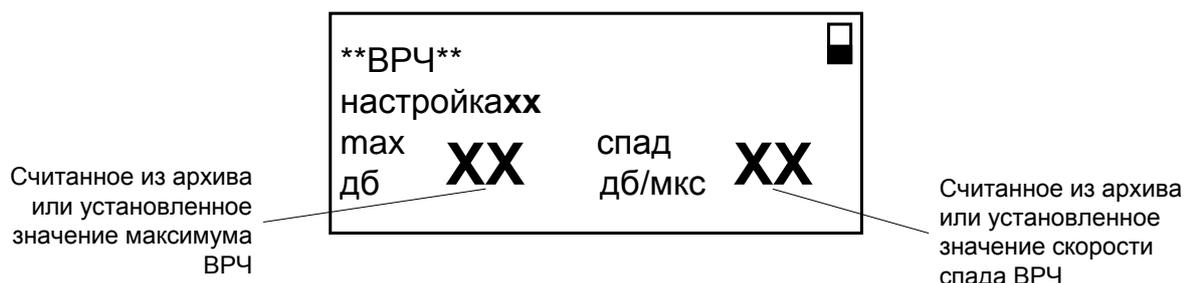

Рис. 9. Вид окна ВРЧ.
2.3.3.6. Вид окна установки параметров временной регулировки чувствительности **ВРЧ** приведен на рис.9.